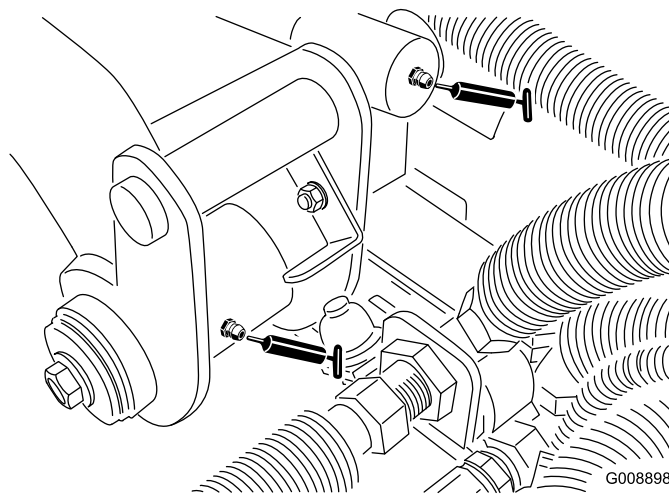

Figura 51
- Articulação do braço de elevação traseiro e cilindro de elevação (2) (Figura 51)